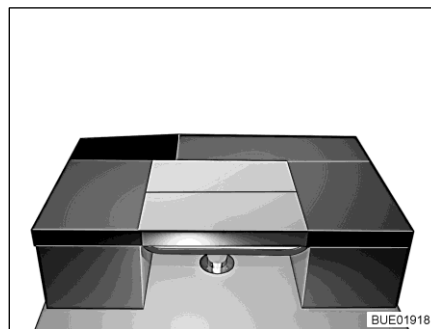

Fig. 169 Dopo la trasformazione
- Posizionare il cuscino dello schienale dei sedili trasversalmente sul tavolo (vedi Fig. 169).